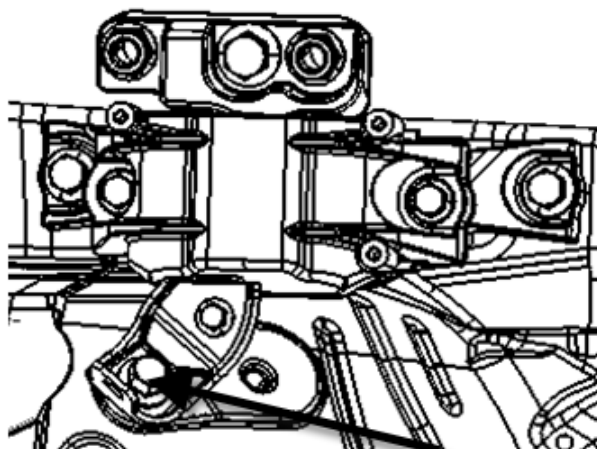

图 6
2.4.3 拆下动力总成右悬置支架与车身连接的一个螺栓（如下图6所示），即可拆下动力总成右悬置支架。
2.5.3 把动力总成右悬置支架通过一个螺栓与车身连接在一起（如下图6所示）。
2.6.3 将动力总成右悬置支架与车身连接的螺栓打紧力矩为 24 N.m（如下图 6 所示）。